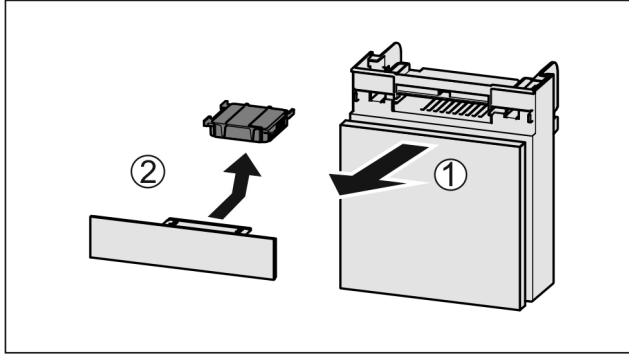

Fig. 44
- ▶ Rafı öne doğru dışarı çekin Fig. 44 (1).
- ▶ Aktif karbon filtresini çıkarın Fig. 44 (2).